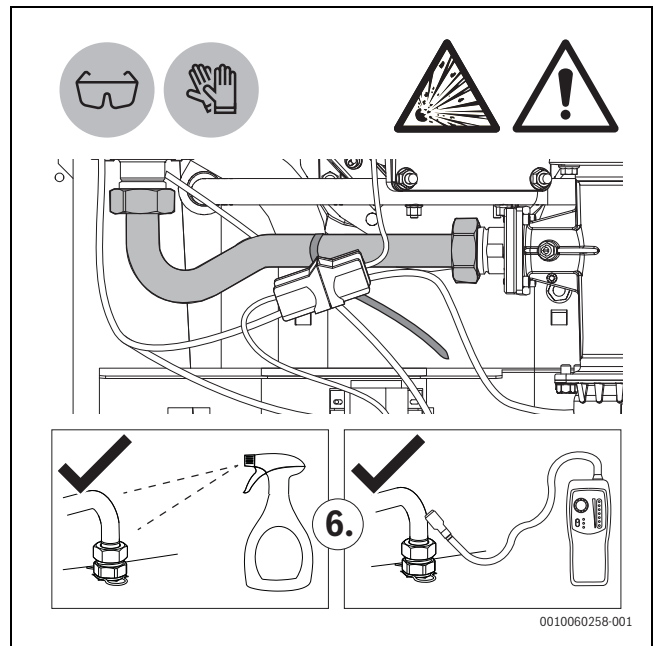

Bild 11 Dichtheitsprüfung
- Nach der Montage des neuen Rohrs eine Dichtheitsprüfung mit Leckspray durchführen (→Bild 11).